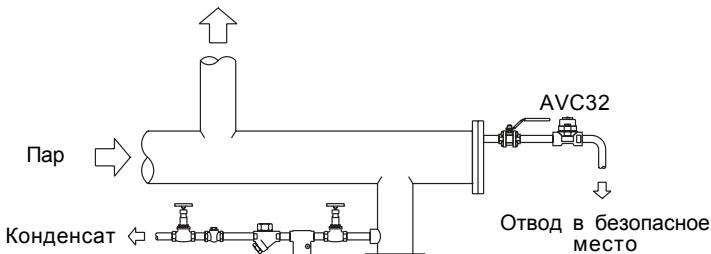

Рис. 2 Тупиковая точка паровой магистрали
- 3.4** Воздушник AVC32 должен устанавливаться в горизонтальном положении крышкой вверх, в верхней точке трубопровода либо в месте возможного скопления воздуха. Для беспрепятственного удаления воздуха в месте его выхода не должно быть препятствий. В случае установки отводящей трубы, вывод должен быть выполнен в недоступное для персонала место (см. Рис. 2 и 3).